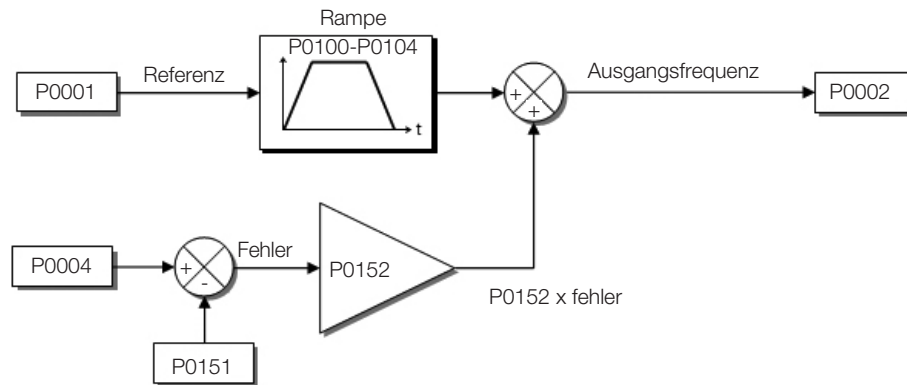
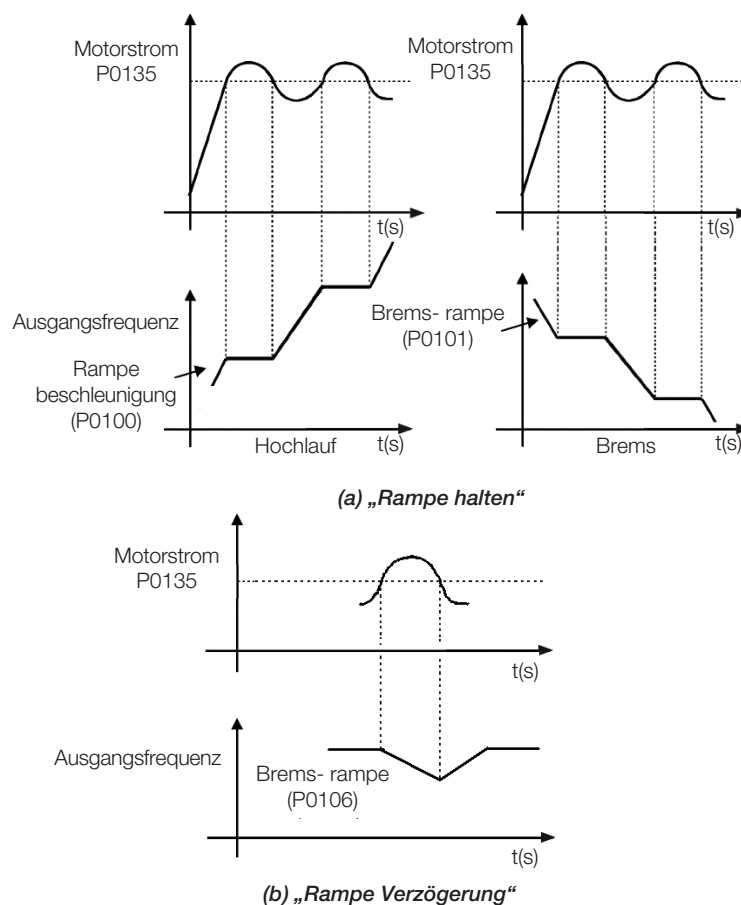

Abbildung 9.7: Blockdiagramm der Zwischenkreisspannungsbegrenzung – Beschleunigungsrampe
Abbildung 9.9: (a) und (b) Einschaltmodi der Strombegrenzungen via P0135
- Die Zwischenkreisspannung wird gemessen (P0004) und mit dem in P0151 festgelegten Wert verglichen; der Unterschied zwischen diesen Signalen (Fehler) wird mit der Proportionalverstärkung multipliziert (P0152); das Ergebnis wird anschließend am Rampenausgang hinzugefügt, vgl. Abbildung 9.7 auf Seite 9-11 und Abbildung 9.9 auf Seite 9-12.
- Wirkweise: wenn der Motorstrom den in P0135 gesetzten Wert bei der Beschleunigung oder Verzögerung übersteigt, wird die Frequenz nicht erhöht (Beschleunigung) oder verringert (Verzögerung). Wenn der Motorstrom einen Wert unter P0135 erreicht, beschleunigt bzw. verzögert der Motor wieder. Siehe Abbildung 9.9 auf Seite 9-12.
- Wirkweise: wenn der Motorstrom den in P0135 gesetzten Wert übersteigt, wird für den Frequenzeingang der Rampe ein Nullwert erzwungen, der den Motor in eine Verzögerung zwingt. Wenn der Motorstrom einen Wert unter P0135 erreicht, beschleunigt der Motor wieder. Siehe Abbildung 9.9 auf Seite 9-12.
Der Wert der Stromstärke, bei dem die Strombegrenzung für die Modi Rampe halten und Rampe verzögern aktiviert wird, ist in Abbildung 9.9 auf Seite 9-12, beziehungsweise.